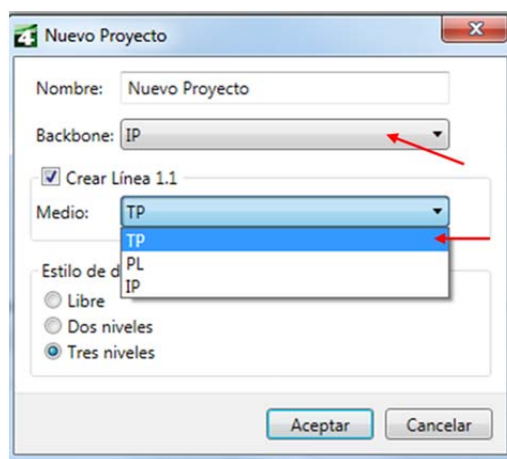

Figura 2. Selección del tipo de bus y de los niveles de las direcciones lógicas.
proyecto, el tipo de bus y los niveles de direcciones lógicas. Aunque la instalación se programe por un interfaz IP, los módulos domóticos se comunican entre sí mediante el bus de par trenzado (TP); por otro lado, trabajaremos con direcciones lógicas de 3 niveles (ver Figura 2).